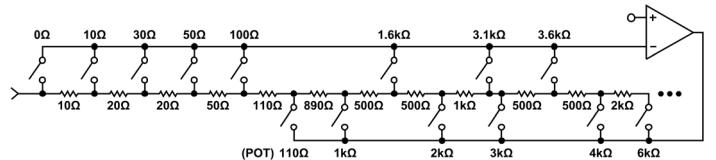
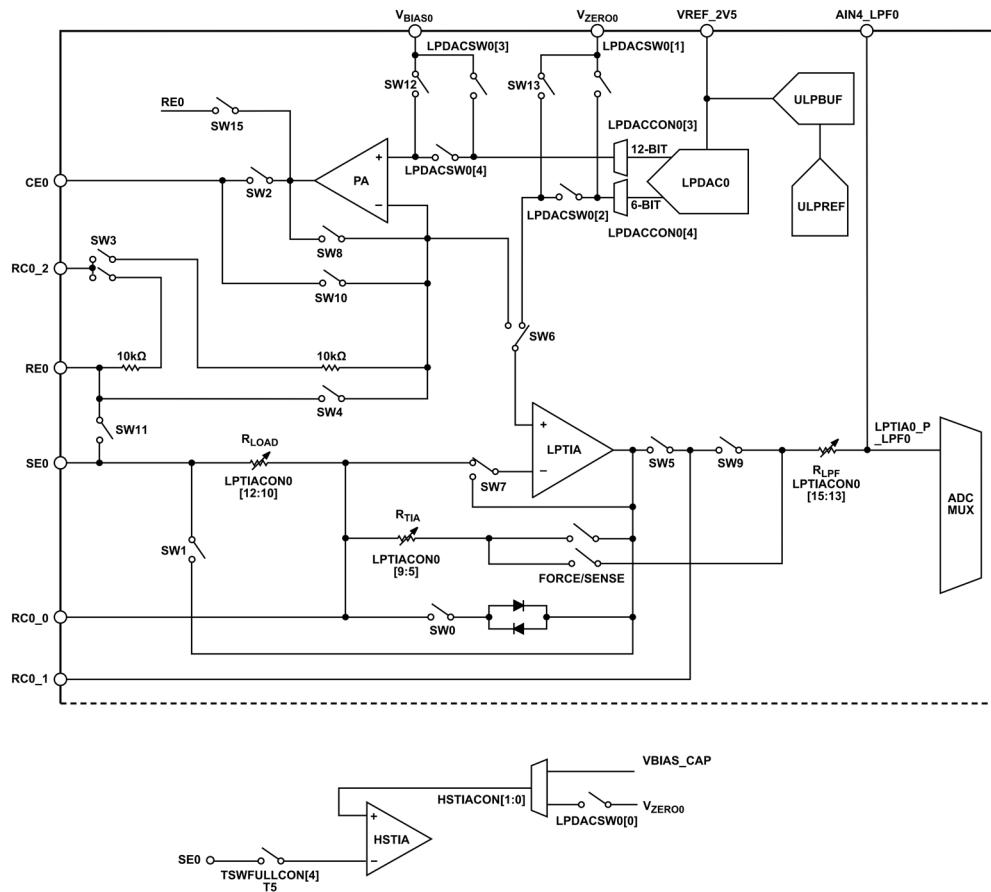

図 21. LPTIA の  $R_{LOAD}$  および  $R_{GAIN}$  の構成
図 22. 狹帯域幅ループ・スイッチ
ポテンショスタットの出力は、スイッチ・マトリクスを通じて様々なパッケージ・ピンに接続できます (詳細については、プログラマブルなスイッチ・マトリクスのセクションを参照)。ポテンショスタットには複数の設定可変スイッチ・オプションがあり、数多くの設定オプションが可能です (図 22 参照)。
ポテンショスタットは、CE0 で  $V_{BIAS0}$  の電圧を出力するための標準的なバッファ出力として用いることもできます。これを実現するには、図 22 に示すように、SW10 スイッチを閉じることによって、反転入力をポテンショスタットの出力に接続します。
低電力 TIA 回路周辺には、数多くのスイッチがあります。LPTIASW0 レジスタは、これらのスイッチを設定します。図 22 に使用可能なスイッチを示します。LPTIACON0 レジスタの TIAGAIN ビット (ビット[9:5]) がセットされている場合、これらのスイッチは自動的に閉じられます。これらのスイッチが閉じている場合には、抵抗コンデンサ (RC) 遅延回路として作用するローパス・フィルタの抵抗 ( $R_{LPF}$ )、および AIN4/LPF0 ピンのコンデンサを伴う、フォース/センス回路があります。LPTIA0\_P\_LPF0 は、低電力 TIA ローパス・フィルタの出力を ADC マルチプレクサに接続します。アナログ・デバイセズでは、低電力 TIA を用いる場合には、LPTIA0\_P\_LPF0 マルチプレクス・オプションを ADC 入力として選択することを推奨します。低電力 TIA を安定化するために、RC0\_0 ピンと RC0\_1 ピンの間に  $100\text{nF}$  のコンデンサを接続することを推奨します。
LPTIACON0[9:5]ビットは、図 22 で  $R_{TIA}$  と表されている、低電力 TIA 用の様々なゲイン抵抗値を選択します。低電力 TIA の帰還経路に示されているフォースおよびセンスの接続は、内部  $R_{TIA}$  用に様々な  $R_{TIA}$  設定を選択するスイッチでの電圧 ( $I \times R$ ) 降下を避けるために使用されます。
表 21 は、様々な測定タイプに対して推奨される、低電力ポテンショスタット・ループのスイッチ設定を示すものです。どの測定タイプにでも、スイッチを 1 に設定するとスイッチが閉じ、スイッチを 0 に設定するとスイッチが開きます。LPTIASW0[13:0]は、図 22 に示す SW13～SW0 を制御します。図 21 に、LPTIA 用の  $R_{LOAD}$  設定と  $R_{GAIN}$  設定の間の関係を示します。 $R_{LOAD}$  は LPTIACON0[12:10]を設定することによって設定されます。 $R_{GAIN}$  は LPTIACON0[9:5]によって設定されます。 $R_{LOAD}$  が大きい場合、 $R_{GAIN}$  バンクから抵抗を用いて、 $R_{GAIN}$  のサイズを低減します。詳細については、LPTIACON0 ビット・フィールドの説明 (表 22 および 表 24) を参照してください。